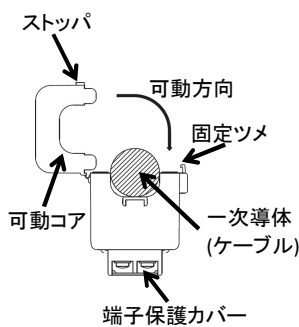
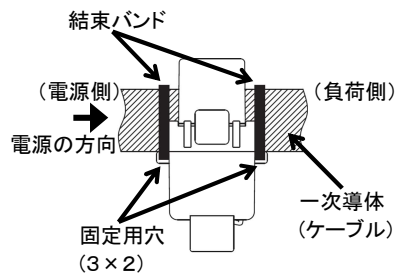

図1
図3
- 1) 可動コアの固定つめを押し、噛み合わせをはずして可動コアを開いてください(図 1)。電流センサの取付け方向(図3の電源側, 負荷側)を間違えないようK, Lの記号を確認して, ケーブルを下からくぐらせます。
- 3) 結束バンドにより電流センサをケーブルに固定します(図 3)。